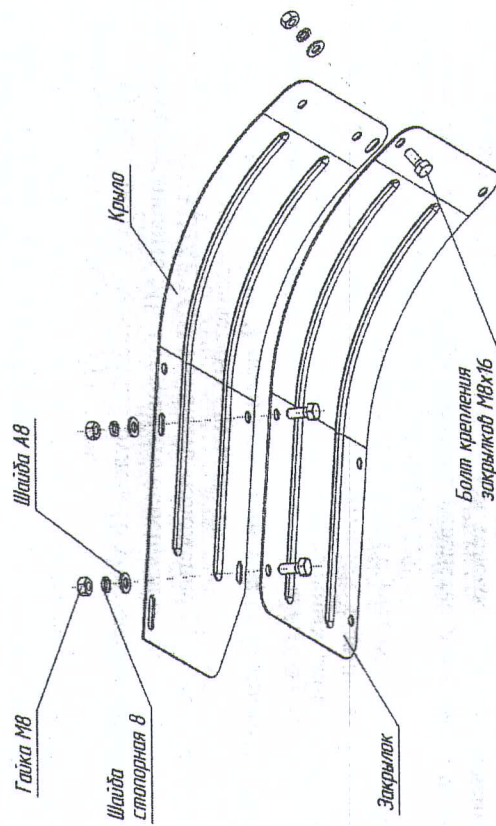

Рис. 4. Схема крепления закрывков (дополнительных крыльев)
- 7) При работе с фрезами культиваторами необходимо установить закрылки (рис.4).